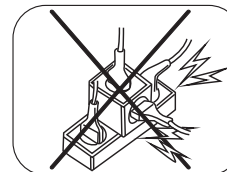

Fig. 2
- 3► **Nunca** utilize extensões, adaptadores, benjamins ou transformadores de voltagem (Fig.2, pág. 8).